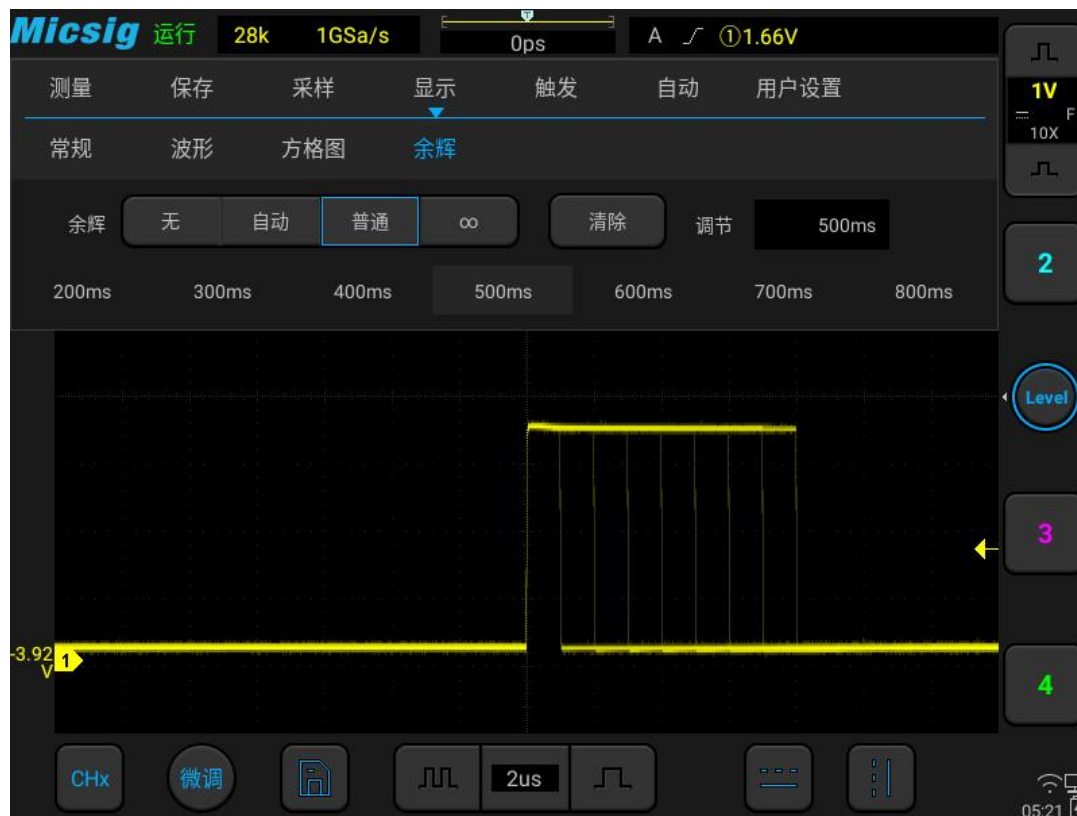

图 10-4 余辉时间调节
- Normal：普通 — 可设置余辉时间 — 选择可变余辉后，轻点“调节”右边的方框，弹出余辉时间选择框（如图 10-4），可指定余辉时间。可在 100ms 到 10s 之间设置。